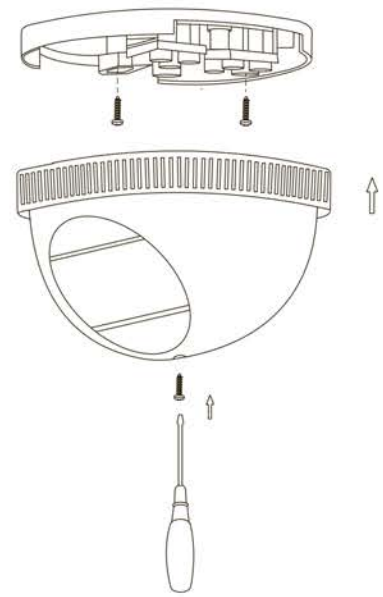

Рисунок 21 – Монтаж ДД 042
5.2.5 Установка и подключение датчика ДД 042 (рисунок 21)
– С помощью отвертки открутить винт, расположенный на верхней части корпуса, и снять крышку с датчика (рисунок 21).